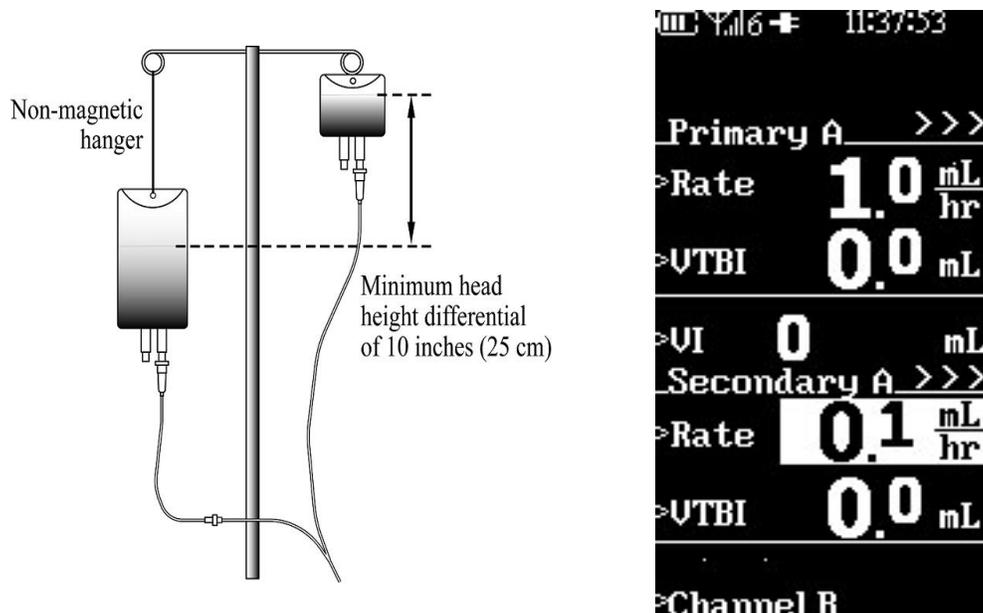

Figura 4-3. Schermata di programmazione e impostazione infusione secondaria
- b. Osservare che la schermata di programmazione è suddivisa per visualizzare Velocità e VTBI secondari con il valore della Velocità evidenziato (**Vedere Figura 4-3**).